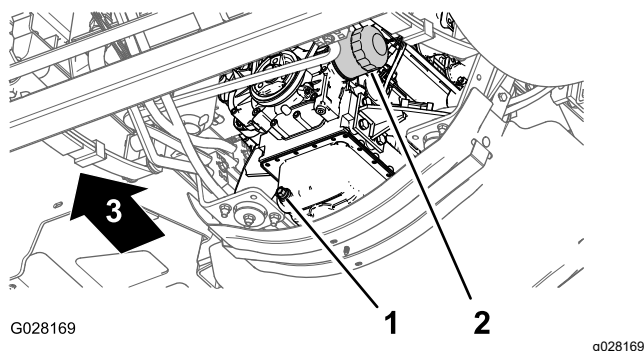

Figura 111
3. Coloque un recipiente de drenaje debajo del filtro de aceite del motor (Figura 111).
4. Retire el filtro de aceite usado (Figura 111).
8. Instale el filtro de aceite en el adaptador de filtro, gire el filtro de aceite en sentido horario hasta que la junta de goma entre en contacto con el adaptador del filtro, luego apriete el filtro media vuelta más (Figura 111).
1. Coloque un recipiente debajo del tapón de vaciado (Figura 111).
2. Retire el tapón de vaciado (Figura 111) y deje que el aceite se drene completamente.